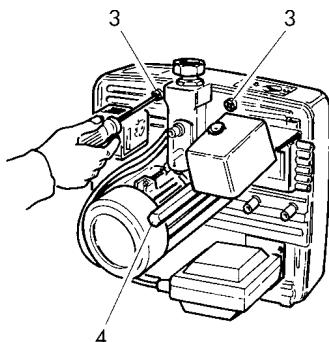

Abb. 2
- Die Schrauben **3** und den Mittelbolzen **4** lösen (Abb.2).